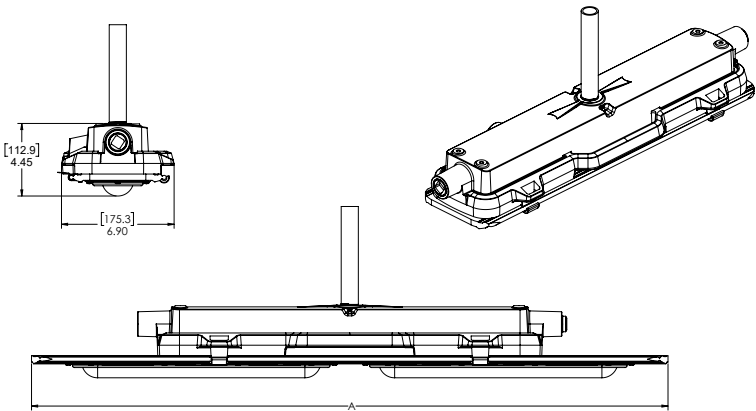

Figura 6. Vista detallada del montaje colgante
- 2. Para el montaje colgante, el conducto debe estar ubicado en línea con la entrada NPT de 3/4" en la parte posterior de la carcasa del controlador de la luminaria (consulte la Figura 6).
- 3. La luminaria está lista para el montaje. Se recomienda encarecidamente que use a dos (2) personas especializadas calificadas para proceder con el montaje final de la luminaria. Se recomienda esto para evitar cualquier lesión personal o daño a la luminaria.